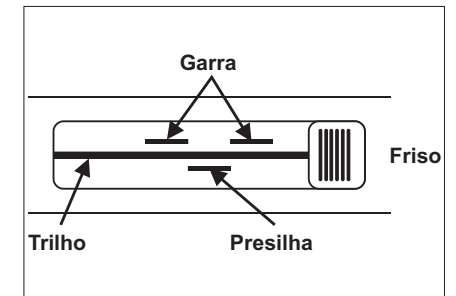

Figura 3
- Encaixe as garras do suporte nas posições corretas (figura 3);